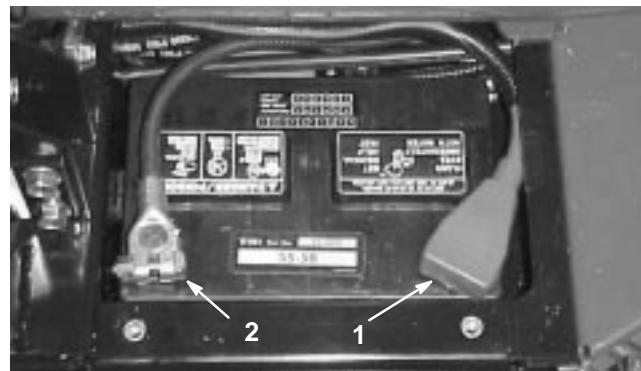

Bild 2
7. Klemmen Sie das Pluskabel (Rot) am Pluspol (+) der Batterie und das Minuskabel (Schwarz) am Minuspol (-) der Batterie an, wobei Sie die Kopfschrauben und Muttern verwenden (Bild 2). Stellen Sie sicher, dass die Plusklemme (+) vollständig auf den Pluspol aufgezogen und das Kabel fest an die Batterie angeklemmt ist. Das Kabel darf die Batterieabdeckung nicht berühren. Ziehen Sie die Gummischuh über den Pluspol, um Kurzschlüsse vorzubeugen.